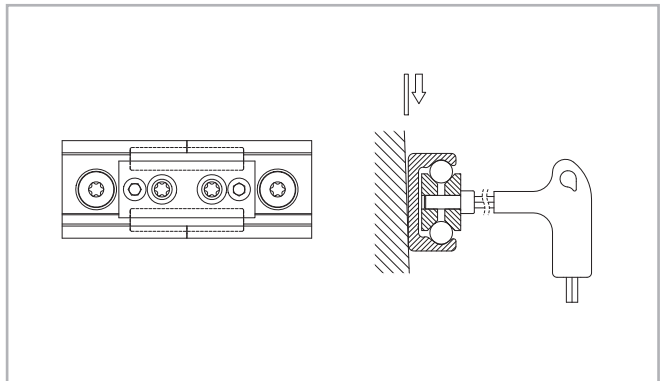

Fig. 116
- (3) Placez le dispositif d'alignement au niveau de l'aboutement du rail et serrez régulièrement les deux vis de réglage, jusqu'à ce que les pistes de roulement soient alignées (voir fig. 116).
- (4) Après l'étape (3), il faut vérifier si les deux dos des rails sont bien à plat sur la surface de montage. Si une fente s'est formée, il faut la combler, par ex. en intercalant des pièces de tôle minces.